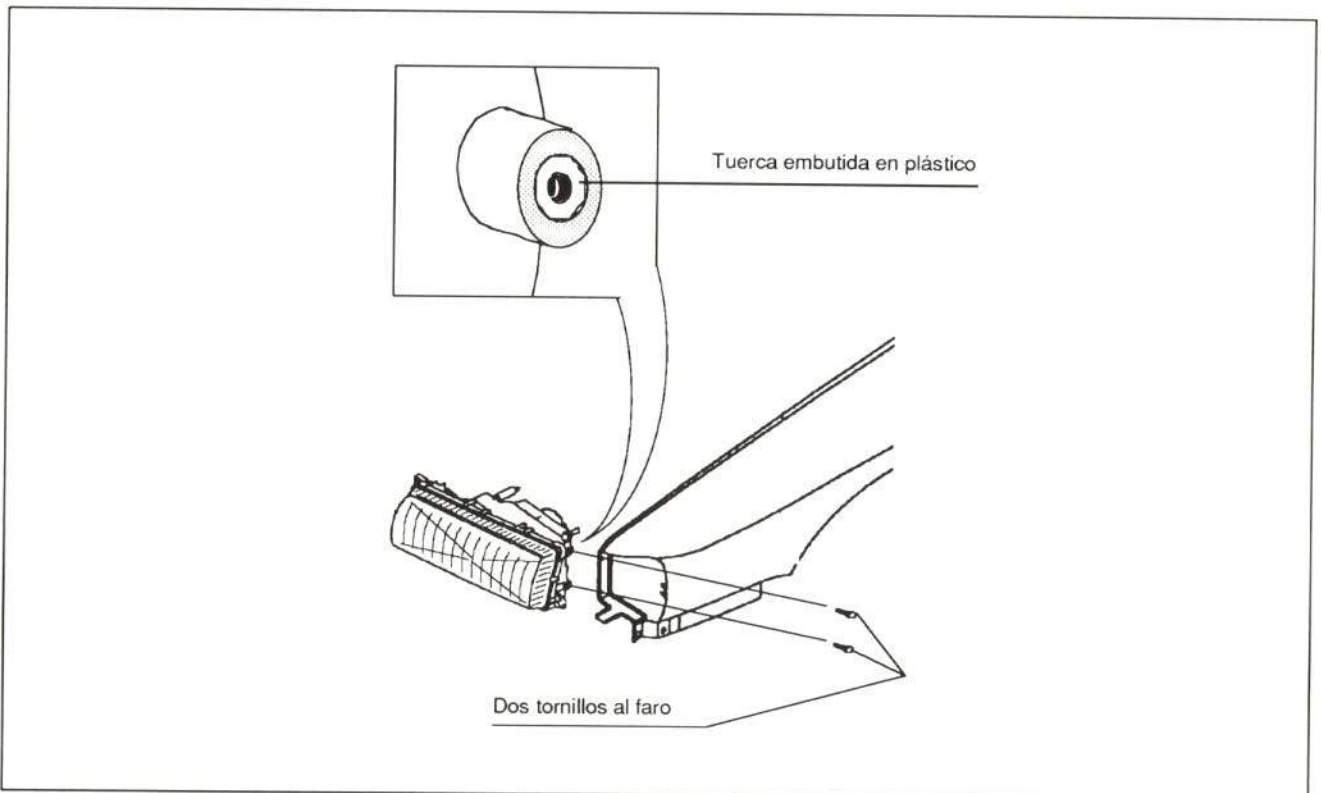

Fig. 5.- Sujeción de la aleta delantera
2.2.- Aleta delantera: En su parte anterior va sujeta al faro mediante 2 tornillos, donde se alojan dos tuercas embutidas en plástico (fig. 5)